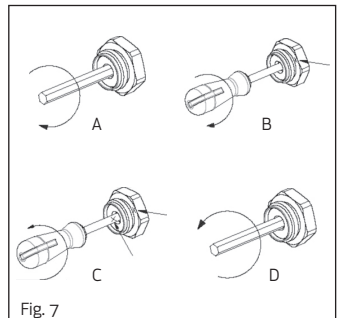

Fig. 7
3. Cerrar el tornillo de regulación usando una Allen Key de 5 mm (Fig. 7-A)
4. Volver a atornillar el grano tallado hasta el tope. Luego señalar con una "x" el punto de referencia por la regulación (Fig. 7-B);
5. Alinear el desatornillador a la "x". Abrir con un numero de rotaciones (Fig. 7-C) según el diagrama  $\Delta p-Q$  (gráfico M2) relativo al by-pass secundario disponible en el apéndice (¡ATENCIÓN el numero de vueltas se refiere al número de vueltas del grano micrométrico!).
6. Abrir el tornillo hasta el tope (Fig. 7-D). Ahora la preregulación ha sido programada y no cambiará en caso de aperturas y cierres repetidos con la Allen Key;